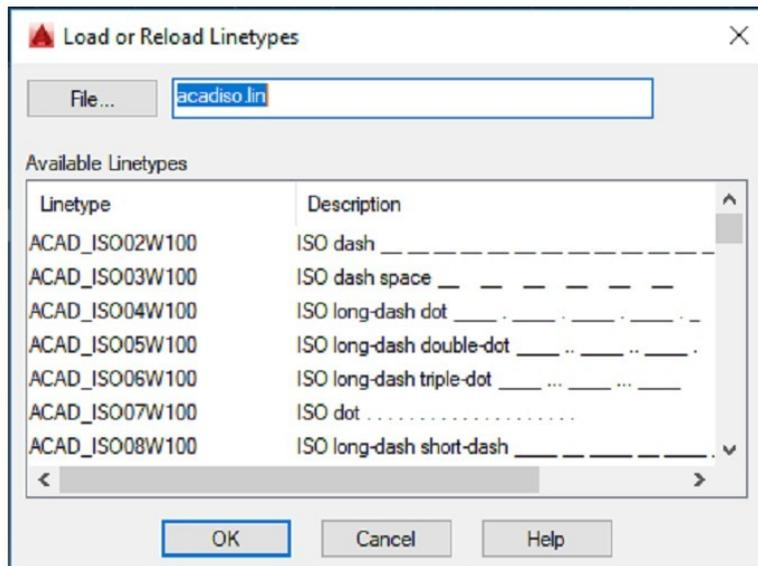

Figura 7.4 - Janela Select Linetype.
6. Aparecerá outra janela: *Load or Reload Linetypes* (figura 7.4). O ideal é, nesse momento, carregarmos todos os tipos de traço a serem utilizados no desenho. Para tanto, basta lançarmos mão da barra de rolagem lateral para essa escolha. Com o botão *Ctrl* acionado, pressionamos o cursor sobre o nome de cada linha que iremos usar. Depois de havermos escolhido todos os tipos de linha desejados, pressionamos *OK*. O programa retornará à janela *Select Linetype*. Escolhemos o tipo de traço *continuous* para o *layer* verde contínuo e damos *OK*. Agora, selecionamos cada *layer* e escolhemos, na tela *Select Linetype*, o traço desejado para cada um, pressionando após cada escolha o botão *OK*. Assim, para o exemplo que estamos trabalhando, acionamos de novo o botão *LOAD* da janela *Select Linetype* e escolhemos um estilo de linha traço e ponto e um tracejado e, em seguida, pressionamos *OK*.